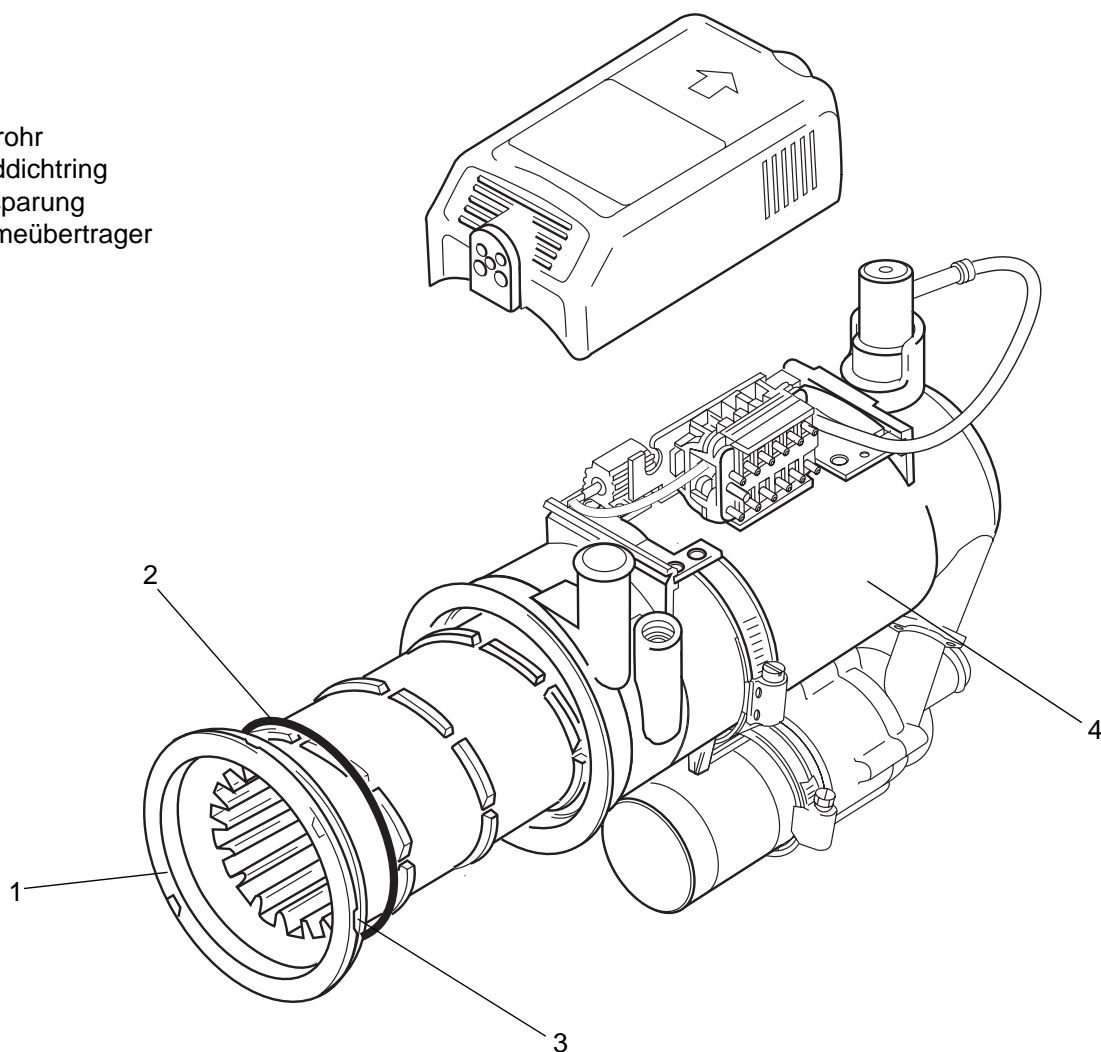

Abb. 907 Wechsel des Wärmeübertragers
9. Mit zwei Schraubendreher an der Aussparung (3, Abb. 907) ansetzen und Heizrohr (1) aus dem Wärmeübertrager aushebeln.
10. Runddichtring (2) entfernen.
1. Copaslip (Ident-Nr. 105898) an der Kontaktfläche zwischen Wärmeübertrager (1, Abb. 907) und Wärmeübertrager (4) aufbringen.
2. Neuen Runddichtring (2) einsetzen und Heizrohr (1) in Wärmeübertrager (4) einschieben und in Zusammenbaulage bringen.